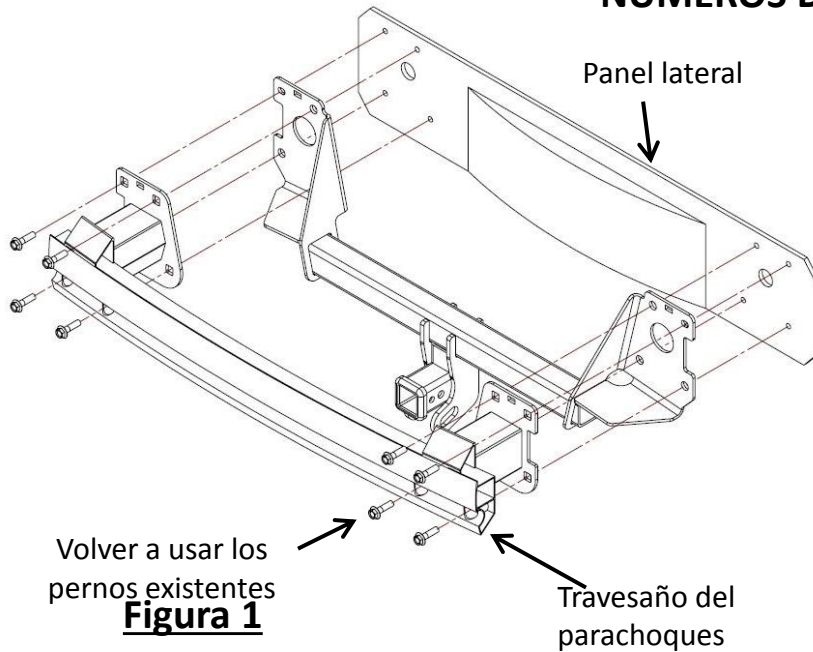

Figura 2
1. Soltar el cable de la antena del sensor desde el borde delantero del vehículo de la parte interior de la fascia del parachoques para quitarlo del área de recorte. Figura 2.
Soltar el cable de la antena del sensor desde el borde delantero del vehículo de la parte interior de la fascia del parachoques para quitarlo del área de recorte. Figura 2.